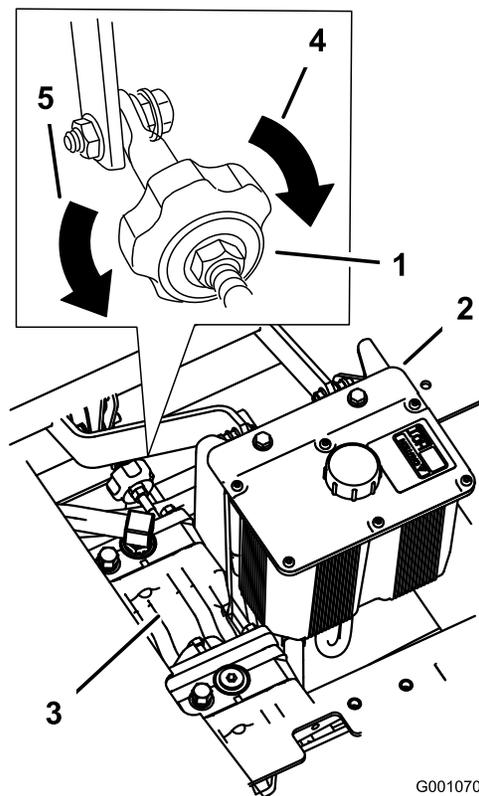

Figura 78
2. Regolate la lunghezza dell'asta della pompa facendo girare nella direzione opportuna la manopola, finché la ruota si ferma o si sposta leggermente indietro (Figura 78).